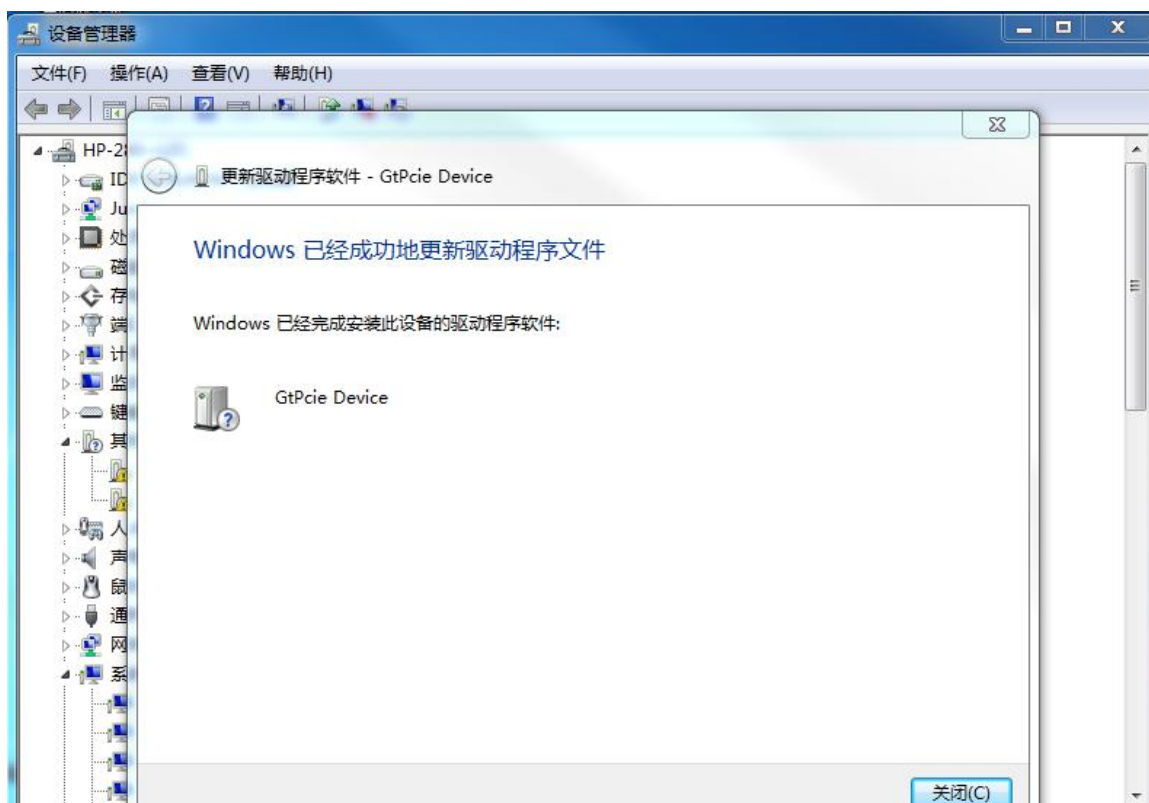

图 2-6 控制器驱动程序安装界面 6
(8) 如图 2-6 控制器驱动程序安装界面 6 所示,点击关闭。